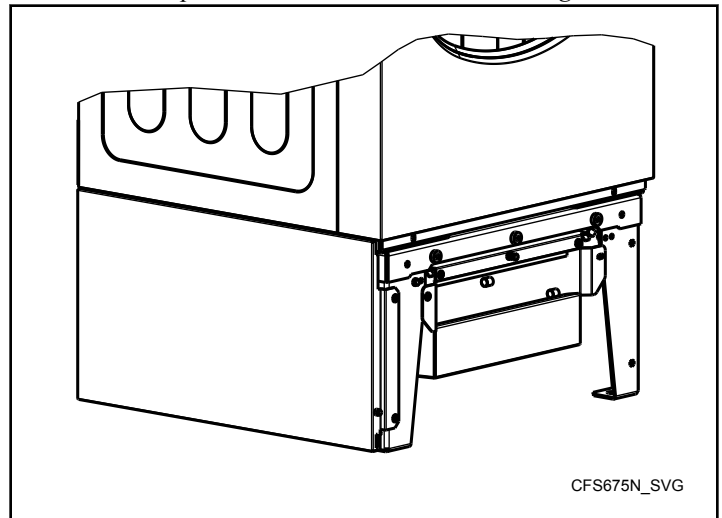

Figure 53
2. Retirez le capot avant du châssis à filtre. Voir *Figure 53*.